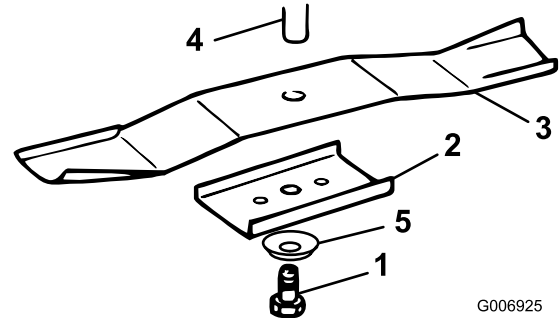

Figura 29
3. Retire el perno (llave de 5/8 pulg), la arandela curva, el retén y la cuchilla (Figura 29). Se puede insertar un bloque de madera entre la cuchilla y el cortacésped para bloquear la cuchilla mientras se retira el perno.
1. Instale cada cuchilla, el retén, la arandela curva (con la copa hacia la cuchilla) y el perno de la cuchilla (Figura 29).